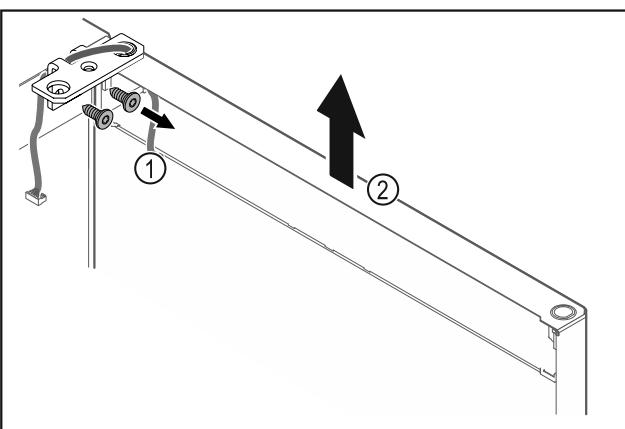

Fig. 23
- ▶ Noskrūvējiet lokāmos kronšteinus Fig. 23 (1).
- ▶ Paceliet durvis kopā ar lokāmajiem kronšteiniem Fig. 23 (2) apmēram 200 mm taisni uz augšu un noņemiet tās.